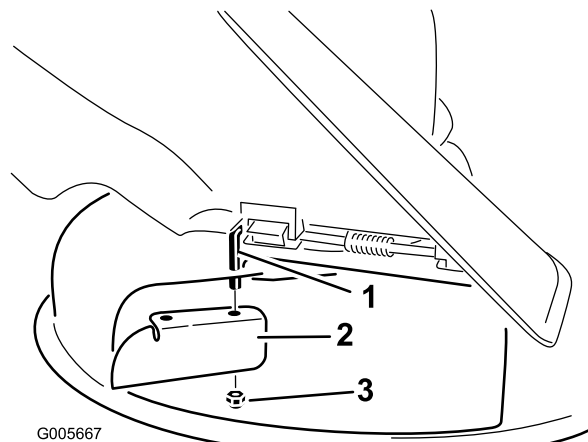

Figura 27
7. Instale la placa deflectora en la varilla de pivote (Figura 27).
3. Retire la placa deflectora de la carcasa de corte (Figura 27).